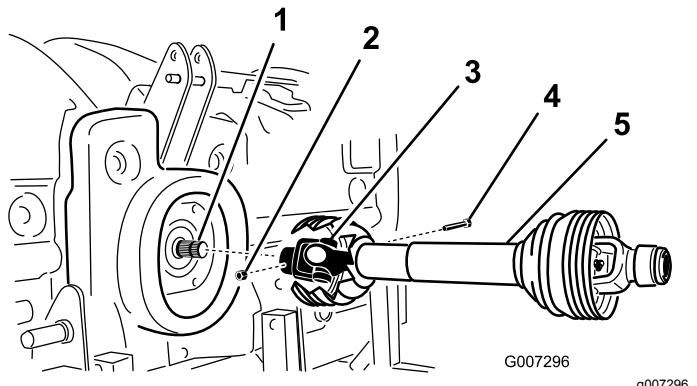

Figura 11
2. Conecte el árbol de la TDF en el eje de la caja de cambios con un perno de 1/2" x 3,00" y una tuerca de 1/2" (Figura 11).